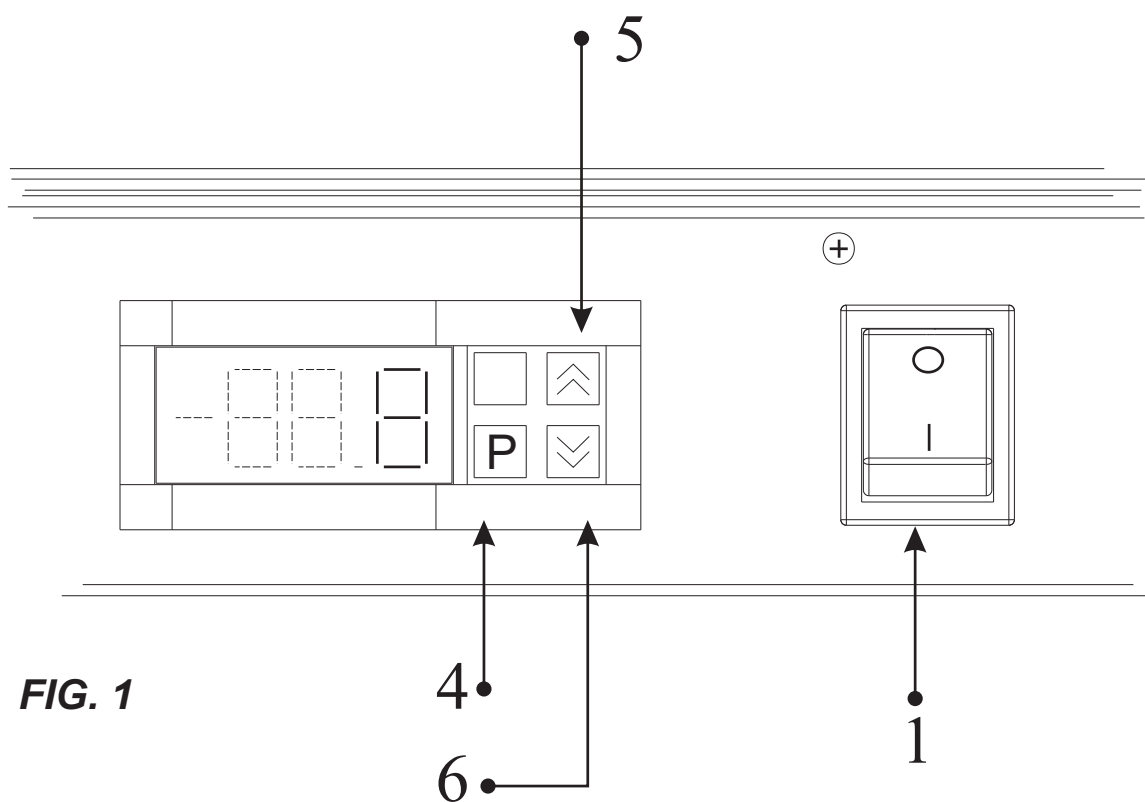

FIG. 1
4.1 REGLAGE (FIG. 1) R290 pag 22